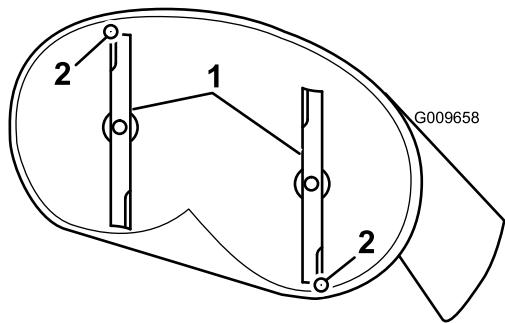
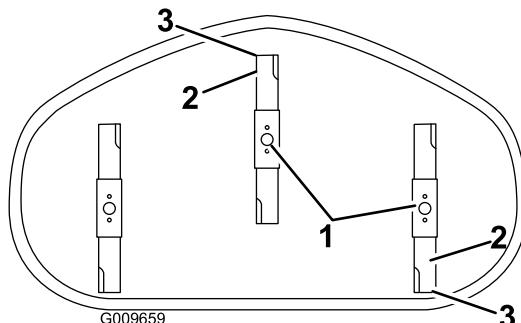

Figura 64
Figura 65
- Rode cuidadosamente as lâminas para que estejam da frente para trás (Figura 64 e Figura 65).
5. Meça da ponta da lâmina da frente até à superfície plana e da ponta da lâmina de trás até à superfície plana (Figura 64 e Figura 65). Se a parte da frente da lâmina não estiver 1,6–7,9 mm mais baixa do que a ponta da lâmina de trás, ajuste a porca de bloqueio da frente.
8. Após o ajuste, volte a verificar a inclinação da frente para trás. Continue a ajustar a porca até que a ponta da lâmina da frente esteja 1,6–7,9 mm mais baixa que a ponta da lâmina traseira (Figura 64 e Figura 65).